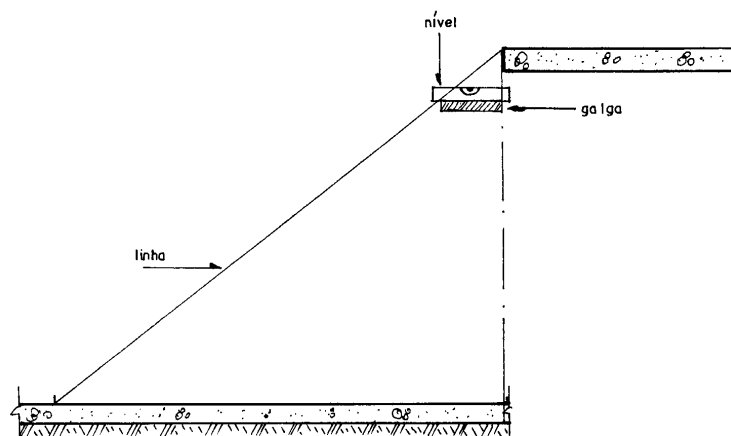

Figura 12.15 - Divisão da escada utilizando o nível de mão (pedreiro) e uma galga
- 2º - Esticar uma linha do nível inferior ao superior. (Figura 12.15)
- 3º - Com o auxílio de um prumo verificar a verticalidade do ponto de chegada (nível superior). (Figura 12.15)